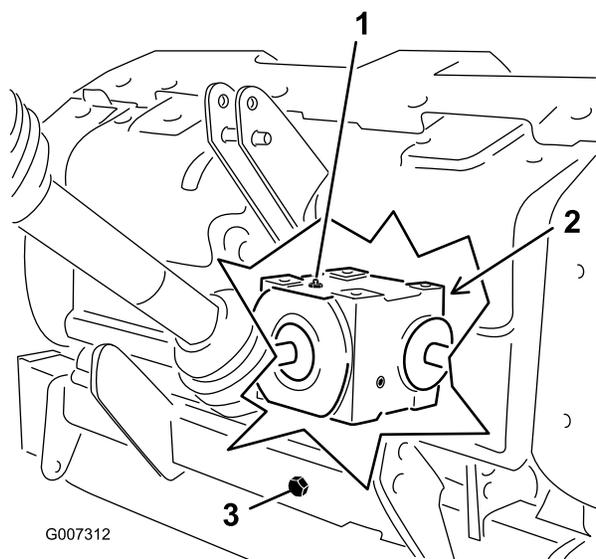

Figure 30
2. Enlevez le bouchon de contrôle de la boîte d'engrenages (Figure 30).
3. Vérifiez que le niveau d'huile atteint le bas de l'orifice du bouchon de contrôle de la boîte d'engrenages (Figure 30).
1. Nettoyez les débris présents sur le bouchon de remplissage et le bouchon de vidange pour éviter la contamination (Figure 30).